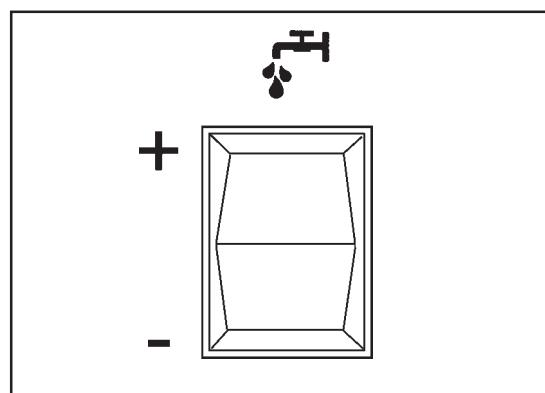
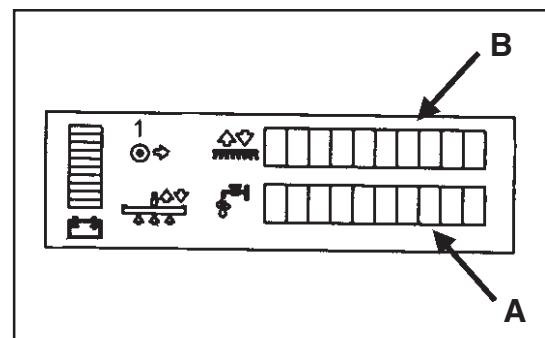
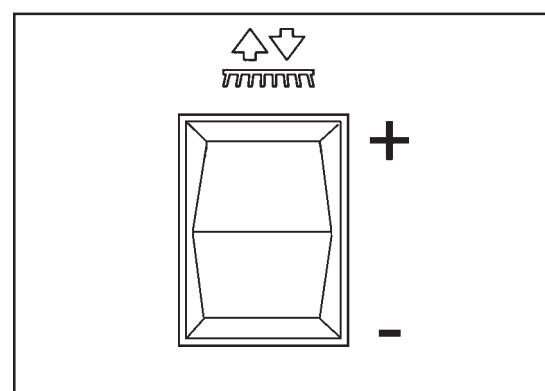

Figure 25
Figure 26
Figure 27
La solution est utilisée pour désincrustier et pour retirer la saleté du sol. La quantité de solution appliquée peut être réglée sur cinq niveaux différents afin de s'adapter à tous les sols, quel que soit leur état. Ces différents niveaux sont indiqués sur l'afficheur LCD situé à l'avant de la machine. Pour régler la quantité de solution appliquée, utilisez le commutateur de réglage du débit (figure 25). **REMARQUE : Cinq réglages différents sont proposés par l'afficheur. Voir la figure 26, A.**
1. Appuyez sur le côté « + » du commutateur (figure 25).
1. Appuyez sur le côté « - » du commutateur (figure 25).
Les brosses sont utilisées pour assurer l'agitation de la solution, ce qui améliore le processus de nettoyage. L'importance de la pression appliquée peut être réglée sur cinq niveaux différents afin de s'adapter à tous les sols, quel que soit leur état. Ces différents niveaux sont indiqués sur l'afficheur LCD situé à l'avant de la machine (figure 26,B). Pour régler la pression d'application sur les brosses, utilisez le commutateur des brosses (figure 27).
1. Pressez le côté « + » du l'interrupteur (figure 27).
1. Pressez le côté « - » du l'interrupteur (figure 27).